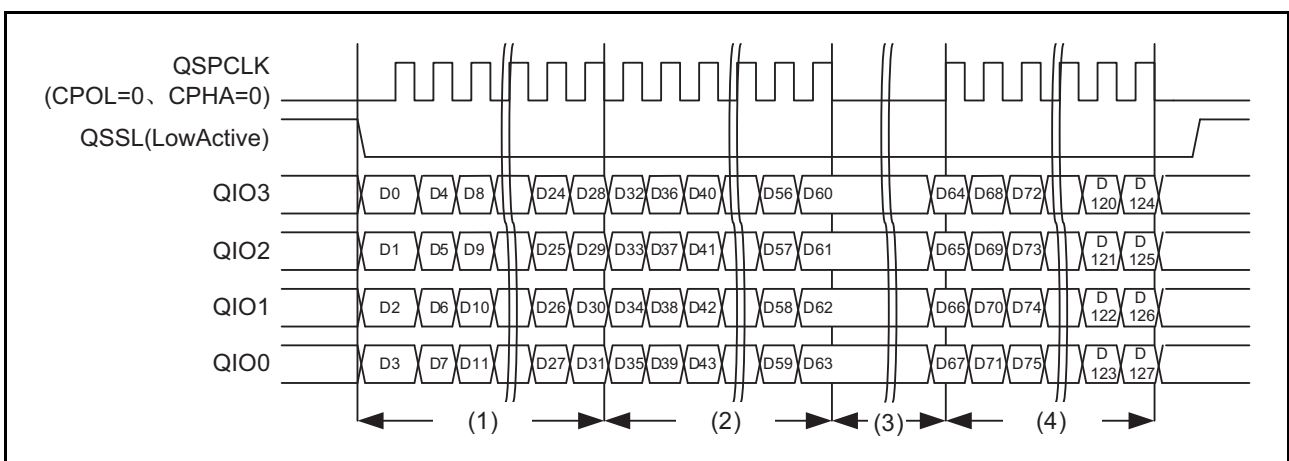

图 18.18 将传送数据长度设定为 128 位时的突发传送例子（Quad-SPI 模式）
一种是使用命令寄存器 0 ~ 3（SPCMD0 ~ 3）的传送数据长度设定位（SPB[3:0]）和传送数据长度倍数设定寄存器 0 ~ 3（SPBMUL0 ~ 3）进行突发传送。和 Single-SPI 模式一样，通过将 SPB[3:0] 位设定为 8 位、16 位或者 32 位并且将 SPBMUL0 ~ 3 设定为 1 ~ 4294967296，只重复执行 SPBMUL0 ~ 3 设定次数的 SPB[3:0] 位设定长度的连续传送。但是，如果在写过程中发送缓冲器（SPTXB）没有发送数据或者在读过程中接收缓冲器（SPRXB）没有 SPB[3:0] 位设定数据长度的空间，就停止时钟，等待重新开始传送。在 Dual/Quad-SPI 模式中要传送大量的数据时，此方法有效。将 SPB[3:0] 位设定为 32 位并且将 SPBMUL 设定为 4 以及将总传送数据长度设定为 128 位时的 Quad-SPI 的突发传送例子如图 18.18 所示。图中 (1) ~ (4) 的内容说明如下：